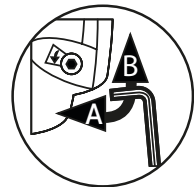

Abb. 2
- Ein kleines Fenster auf dem Filterkopf zeigt Ihnen die momentane Einstellung (Abb. 2). Der Filterkopf beinhaltet einen vorinstallierten Regulator des Wasserdrucks. Er garantiert einen ausgeglichenen Wasserfluss in Ihrer Armatur selbst bei hohem Wasserdruck.